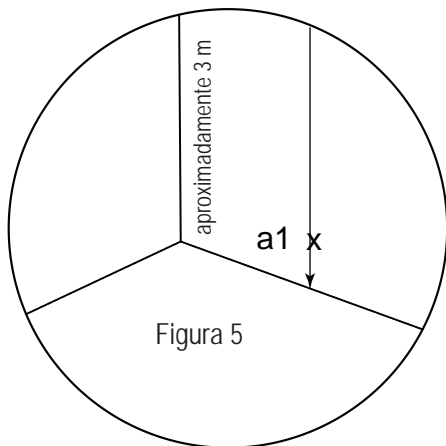

Figura 5
- 2) Después de que la línea de plomada se haya estabilizado, marque el punto **a1** en la pared detrás de la línea de plomada, cerca del cono de la plomada. (véase la figura 5).